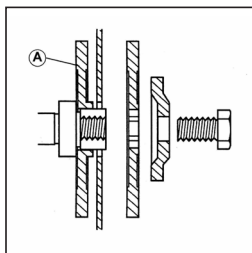

FIG. 1
- Installez la flasque de disque « A » sur la paroi intérieure si le diamètre d'alésage du disque de coupe est de $\varnothing 22,2$ mm ($\varnothing 7/8$ "). **(FIG. 1)**